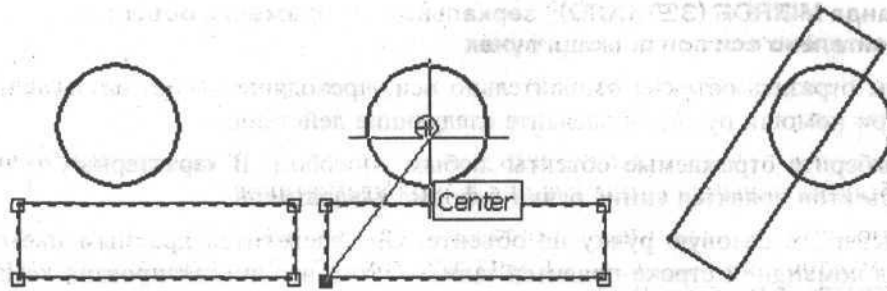

Рис. 15.6. Поворот прямоугольника ручками до линии, проходящей через базовую точку и центр окружности
4. Введите в командной строке угол поворота и нажмите клавишу <Enter> или привяжитесь к точке на чертеже (рис. 15.6). В последнем случае объект повернется на угол, определяемый линией, проходящей через базовую точку и точку привязки.